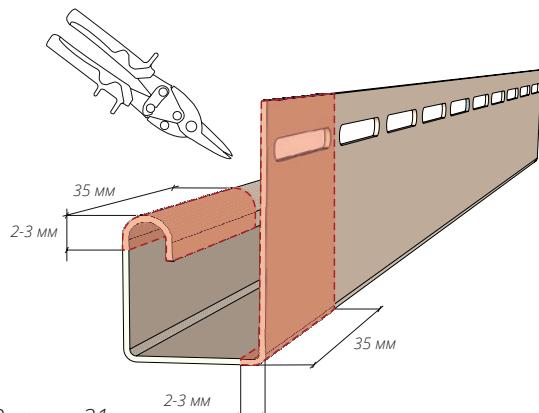
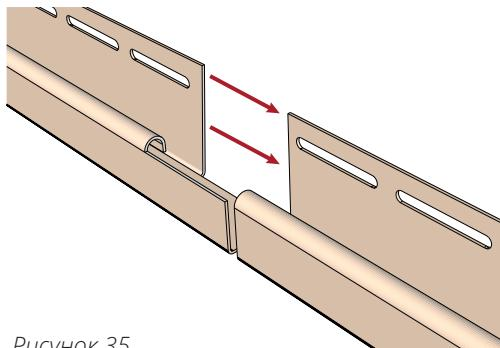

Рисунок 31
Рисунок 35
- 12.8** В случае если высота угла здания превышает длину J-профилей, образующих внутренний угол, его необходимо подрезать согласно рис. 31, 32.
- 12.9** В случае необходимости соединения J-профилей между собой горизонтально, сделайте подрез одного из соединяемых J-профилей согласно рис. 31 и 32, далее смонтируйте J-профили, оставив зазор на тепловое расширение 15 мм (рис. 35 и 36), соблюдая общие правила монтажа.